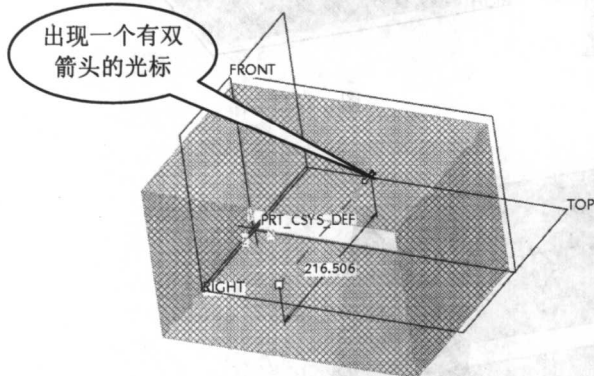

图 1-18
- (14) 同样地,也可以在模型中,通过可视化操作来改变拉伸曲面的创建方向。如图 1-18 所示,当光标靠近模型中的单箭头时,会出现一个有双箭头的光标,单击鼠标,就能使模型的拉伸方向改变了。